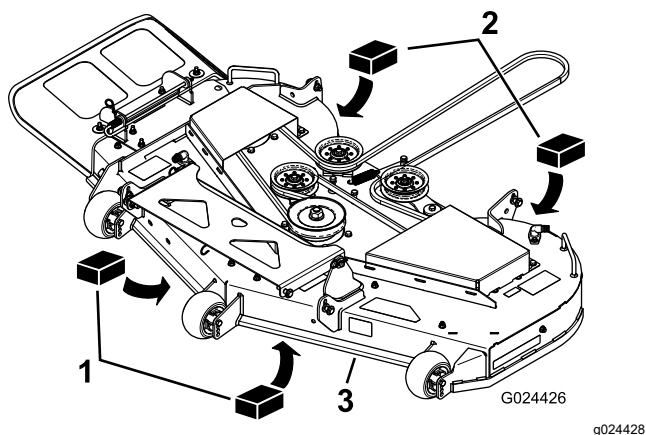

Figure 61
- Placez deux cales de 6,6 cm (2⁵/₈ po) d'épaisseur chacune sous chaque côté du bord avant du tablier de coupe, mais pas sous les supports des galets anti-scalp (Figure 61).
- Placez deux cales de 7,3 cm (2-7/8 po) d'épaisseur chacune sous le bord arrière de la jupe du tablier de coupe, une de chaque côté (Figure 61).